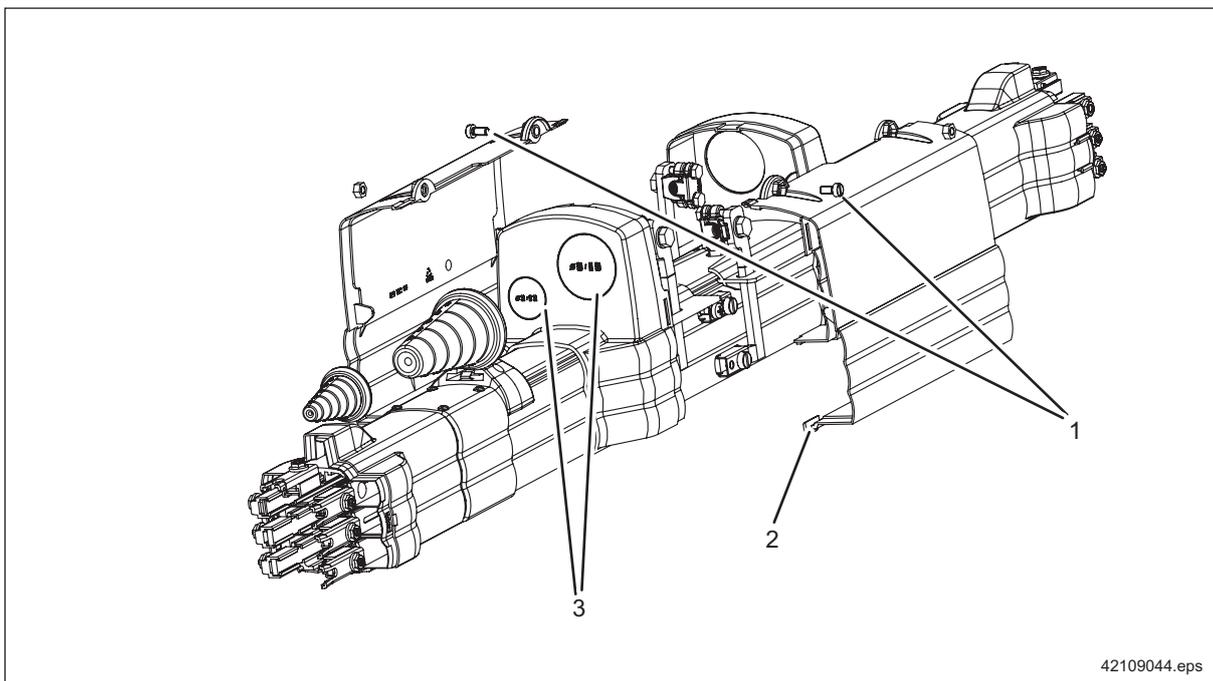

Fig. 23
Enlever pour ce faire les deux vis (1), ⇒ Fig. 23, Page 29 et débloquer (2) à l'aide d'un tournevis le point de fermeture au milieu de la gaine.